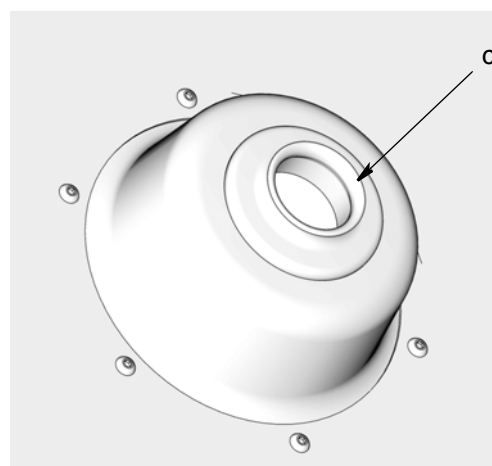

ABB. 7
- Die Folgeplatte untersuchen, um sicherzustellen, dass die Gummitülle (c) in der Mitte der Platte sitzt (ABB. 7).